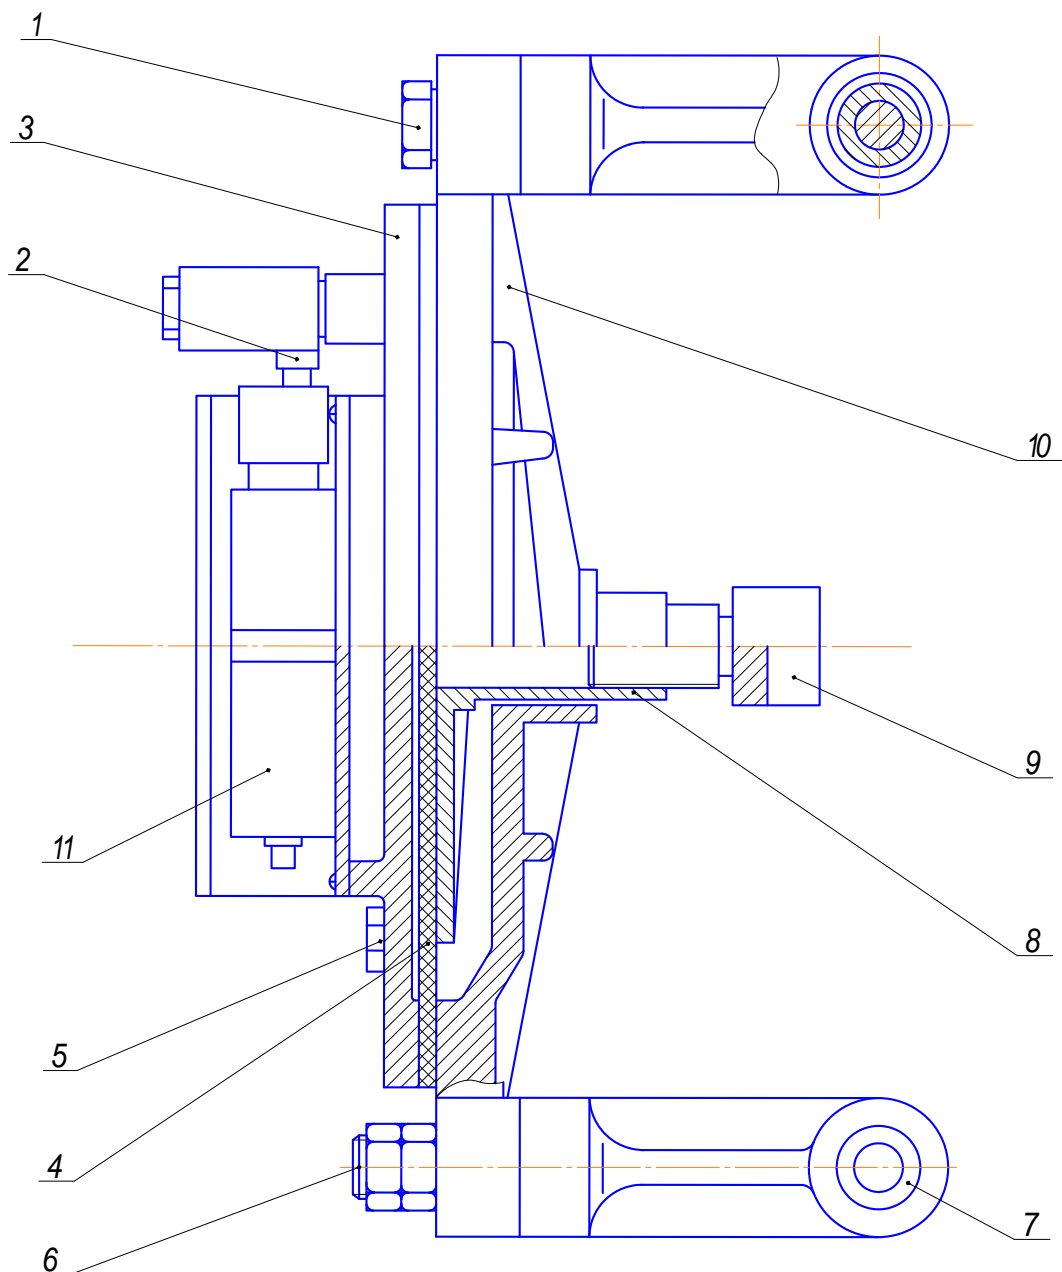

Рис. 3
4.3. Трансформатор давления с преобразователем давления КРТ5-Ех монтируется на неподвижном конце талевого каната таким образом, что последний оказывается преломленным между крайними неподвижными опорами (см.рис.3) и подвижным средним упором.